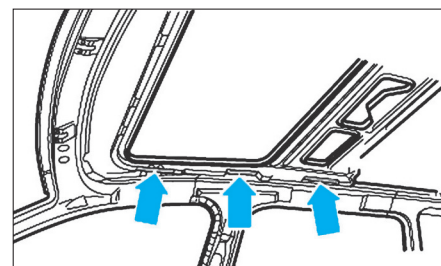

FIG. 30
- Sur les véhicules avec toit coulissant, découper les zones de collage à l'aide d'un couteau (Fig.30).